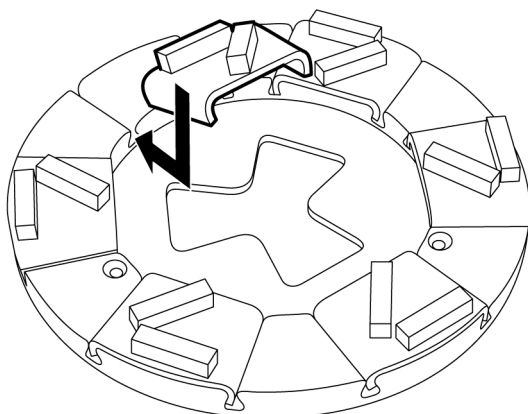

Figura 4-9. Installazione dell'utensile di levigatura
1. Inserire l'utensile di levigatura dall'alto trasversalmente nell'apposita scanalatura guida del portautensile, vedere Figura 4-9, pagina 18. Inserire quindi l'utensile a fondo nella scanalatura guida esercitando pressione.
2. Inserire il nuovo utensile di levigatura dall'alto trasversalmente nell'apposita scanalatura guida del portautensile, vedere Figura 4-9, pagina 18. Inserire quindi l'utensile a fondo nella scanalatura guida esercitando pressione.